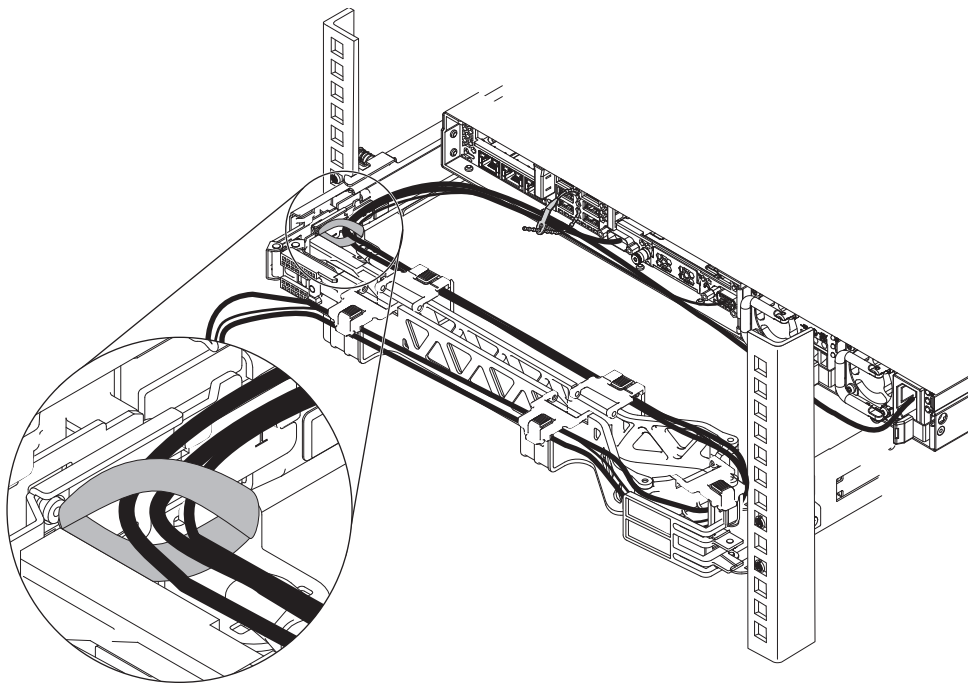

図 26. 面ファスナー・ストラップによるケーブルの固定
7. 32 ページの図 26 に示すように、ケーブルを面ファスナー・ストラップで固定します。ケーブル・マネジメント・アームの全可動範囲が確保されるように、必ずケーブルを面ファスナー・ストラップで束ねてください。